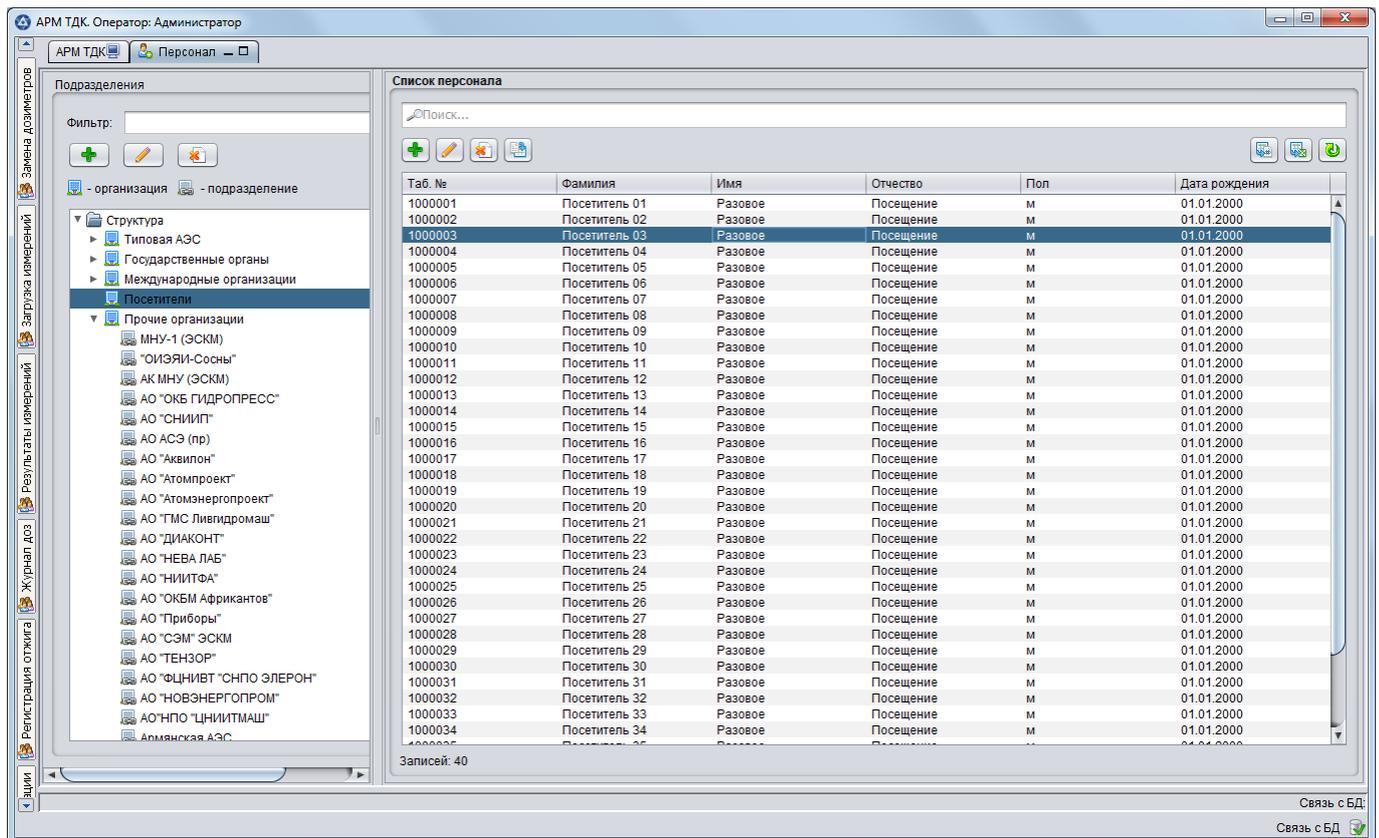

Рисунок 3
3.4.1.1. Панель «Персонал» предназначена для быстрого поиска и просмотра информации о персонале, зарегистрированном в БД. Состав панели «Персонал» приведен на рис. 3.